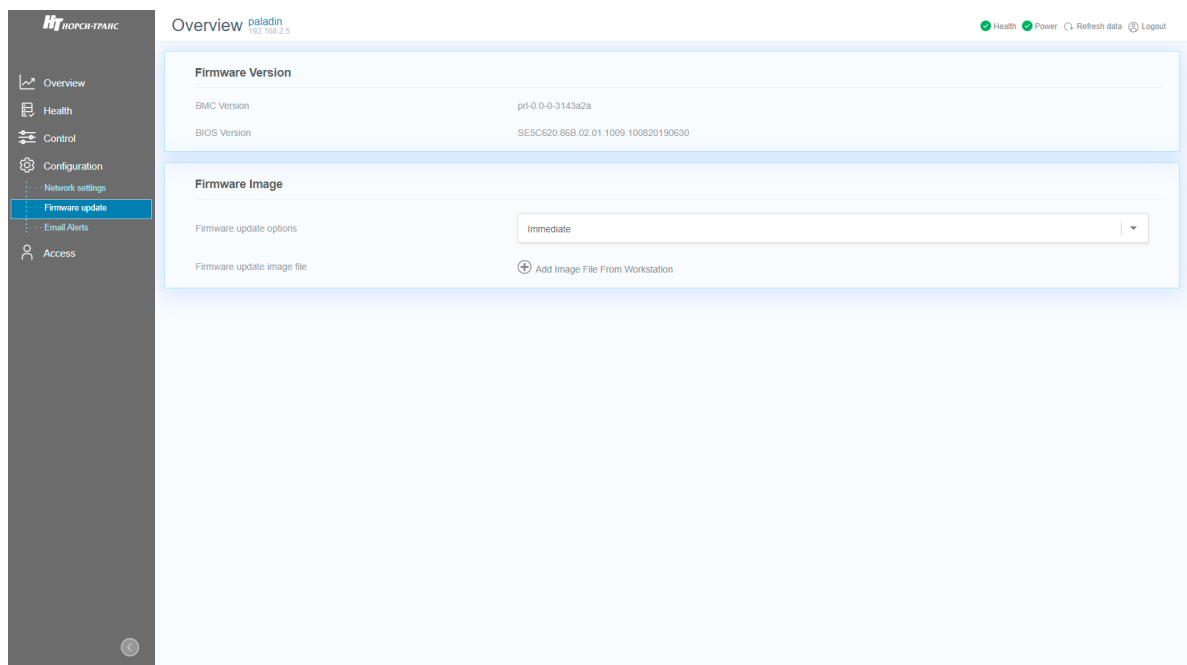

Рис. 78. Меню Firmware update
- 2) Пройдите во вкладку «Configuration» → «Firmware update». Окно показано на рис. 78 Меню Firmware update